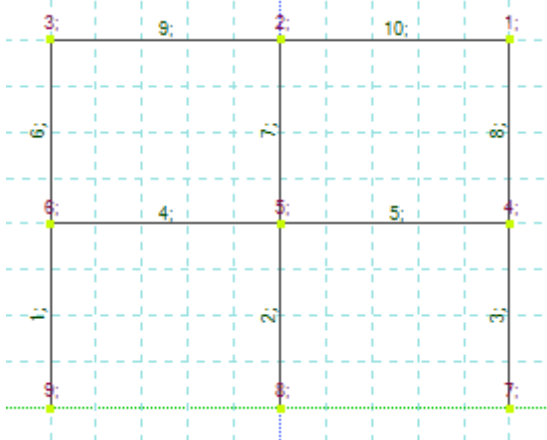

Рис. 74. Шаблон с номерами узлов и элементов
- С помощью курсора мыши необходимо созданный **фрагмент добавить к расчетной схеме**. Для этого курсор мыши подведите к пересечению точечных линий на сети построений так, чтобы ось симметрии рамы совпала с вертикальной осью сети. При возникновении значка  подтвердите щелчком мыши точку вставки фрагмента схемы (рис. 74).
- Выделите лишний узел № 5 (центральный узел рамы) (Рис. 74.). Для вызова панели активного режима **Параметры выбора объекта** одновременно нажмите клавиши **Ctrl + Shift**. Не отпуская их, курсором выделите лишний узел шаблона (*узел окрасится в красный цвет*).
- Выделите элемент № 9 (рис. 74), в котором справа находится врезной шарнир. Для вызова панели активного режима **Параметры выбора объекта** одновременно нажмите клавиши **Ctrl + Shift**. Не отпуская их, двигаясь курсором, справа налево выделите элемент № 9 (*элемент окрасится в красный цвет*).
- В панели активного режима **Назначить шарниры** с помощью установки флажка укажите **Направление шарнира — Поворот относительно оси Y (UY)**.
- Эта команда осуществляет «сшивку» совпадающих элементов и узлов, перенумеровывает узлы и элементы, удаляет узлы, не соединяющиеся с конструкцией (узел № 7 на рис. 74).